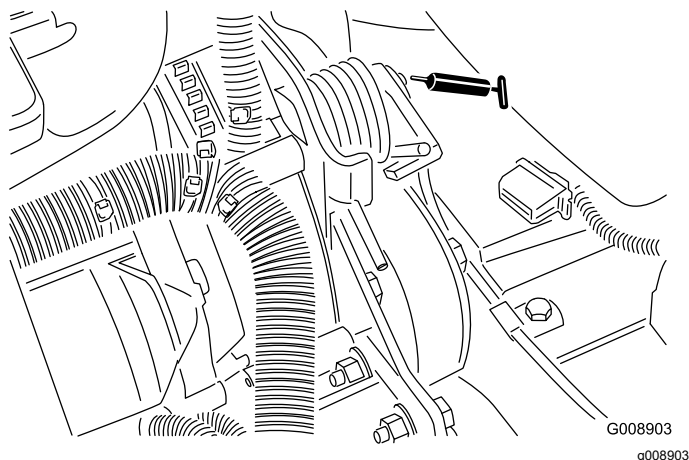

Figura 62
- Perno di tensionamento della cinghia (Figura 62)